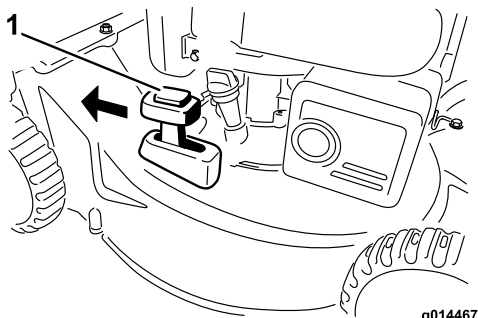

Bild 16
2. Drücken Sie die Taste oben am Hebel für Recycler/Fangkorb und schieben Sie den Hebel auf **Recycler** (Bild 16).
2. Hängen Sie den Fangkorb ein, wenn Sie das Schnittgut sammeln möchten (siehe Einsetzen des Fangkorbs6)). Drücken Sie die Taste oben am Hebel für Recycler/Fangkorb und schieben Sie den Hebel auf **Fangkorb** (Bild 16).
**Hinweis:** Der Hebel für den Recycler/Fangkorb sollte in der Stellung **Fangkorb** (Bild 16) stehen.